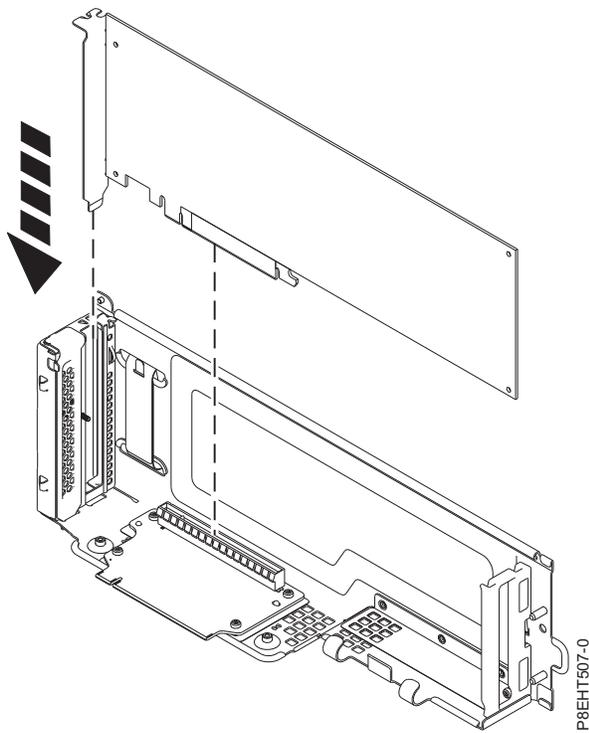

Figura 42. Inserindo a placa PCIe no riser PCIe
2. Insira o adaptador PCIe de substituição no riser PCIe, alinhando-o corretamente e inserindo-o completamente no slot. Consulte Figura 42 na página 43.